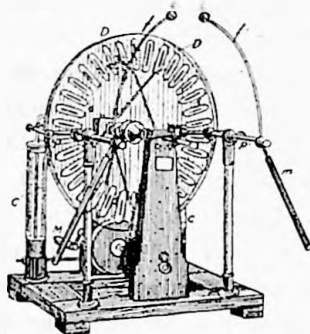

Fig. 24.
**Mașina Wimshurst**, e formată din 2 discuri mari de sticlă sau ebonit  $D D'$  (fig. 24 și 25), egale și așezate față în față. Ele se pot mișca în sens invers cu ajutorul manivelei  $M$  și a unei curele legată cruciș de axul manivelei și axul (osia) care trece prin mijlocul discurilor  $D D'$ . Pe fe-
capetele diametrului orizontal, se află 2 conductori în formă de  $u$ , prevăzuți cu dinți ca niște piepteni:  $p$  și  $p'$  cari cuprind între ei cele 2 discuri. Acești conductori  $p$  și  $p'$  sunt în legătură cu alți conductori, cari comunică cu arcurile metalice  $f f'$  (fig. 24), terminați prin sferele  $c$  și  $c'$  cari se
pot apropia și depărta între ele, prin mânerule izolatoare  $m$  și  $m$  (fig. 24). Cele 2 sfere metalice și  $c$  și  $c'$  formează cei 2 poli ai mașinei, între cari se pot produce scântei electrice.